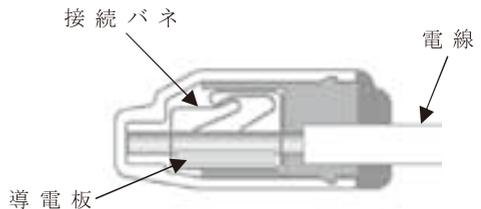

図2
- ・ 差込接続      板状の接続ばねと導電板の間で電線終端部を挟み込み、電線相互の接続を行う。差込形コネクタは2点接触であるが、1点接触のものもある。(図2)